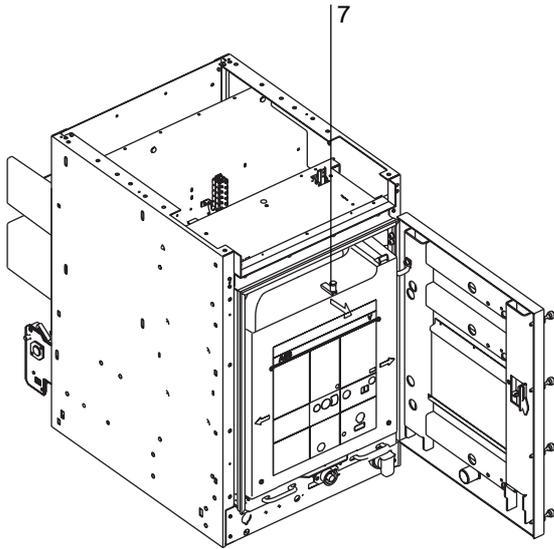
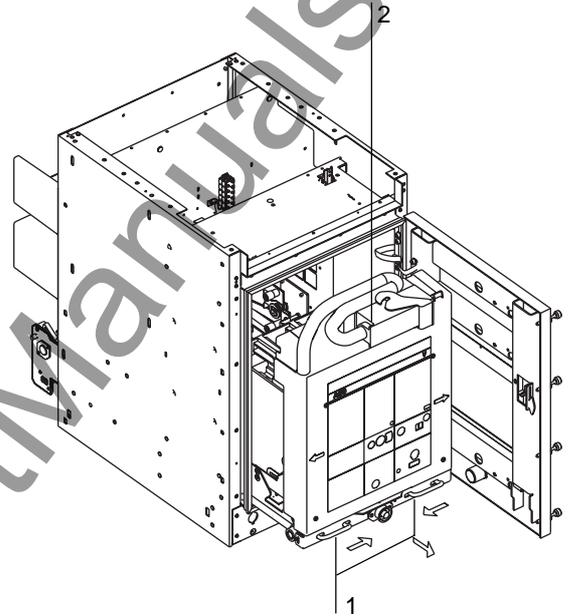

Fig. 11
Fig. 12
- estrarre manualmente il connettore mobile (2) dal corrispondente fisso e posizionarlo come in fig. 12 sul piolo (7) di fig. 11.
(3) *Passaggio dalla posizione di "sezionato" a "estratto" (fig. 12)*
- spostare contemporaneamente le due maniglie (1) verso l'asse mediano del contattore e contemporaneamente estrarre il contattore dal contenitore sistemandolo sull'apposito carrello.
- manually remove the mobile connector (2) from the corresponding fixed one and position it as shown in fig. 12 on the latch (7) of fig. 11.
(3) *Passing from the "isolated" position to the "withdrawn" position (fig. 12)*
- move the two handles (1) simultaneously towards the median axis of the contactor and, at the same time, withdraw the contactor from the enclosure, placing it on the special truck.